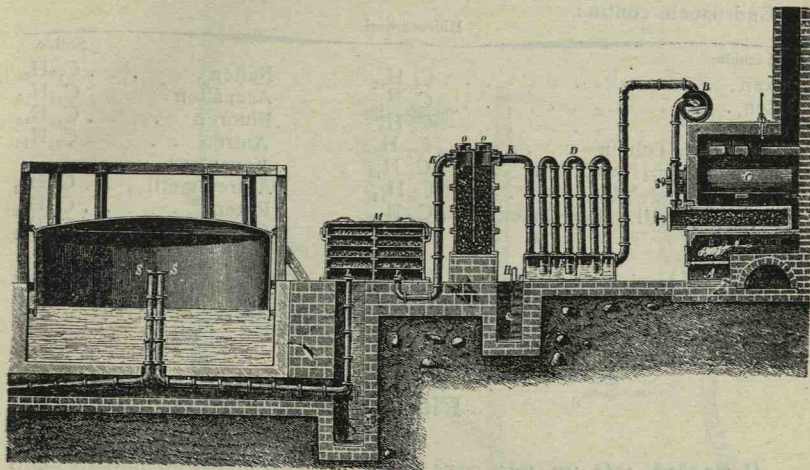

Fig. 217. Fabricarea gazului de luminat din cărbuni de pământ.
3. **Gazul preparat prin distilarea cărbunilor.** Se prepară calcinând cărbuni de pământ, de cea mai bună calitate, în cilindrele de gresă C, fig. 217. În timpul calcinării, gazul produs se ridică prin tubul T în vasul spălător B, umplut pe jumătate cu apă; acesta servește și ca închizătură hidraulică pentru a împiedică intrarea aerului în țevi și gazometru, atunci când se deschid retortele, pentru a